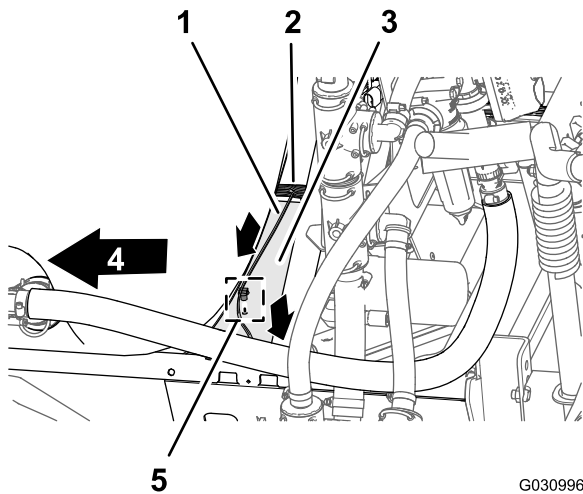

図 113
させ、そこから下がってポンプソレノイドへ配設する 図 113。
2. 74cm の枝線の押し込み型のファスナを、機体フレームのチャンネル部材の穴に差し込む 図 113。